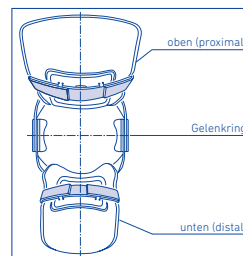

Abb. 3: Vordere Schublade
- Durch die beiden Kniekehlenpolster (Abb. 3) wird ein 4-Punkt-System realisiert, z. B. bei vorderer Instabilität (Schublade).